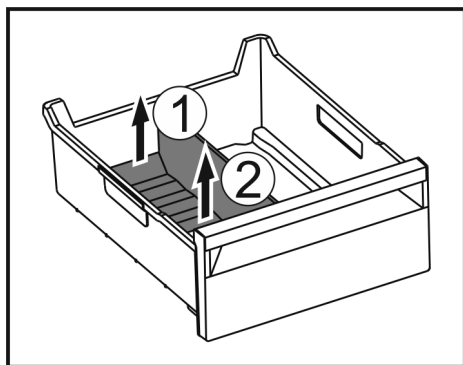

Fig. 221
- Ridicați partea posterioară a separatorului pentru compartimentul de gheață. Fig. 221 (1)
- Scoateți separatorul pentru compartimentul de gheață în sus. Fig. 221 (2)